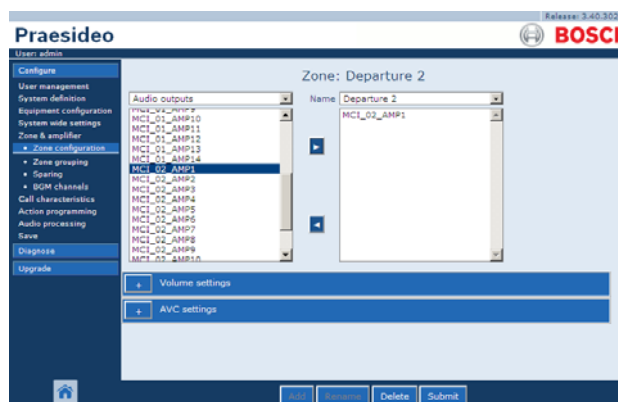

рисунок 46.5: Добавление зоны, шаг 5
- 5 Дважды щелкните выбранный выход или нажмите кнопку *>*, чтобы добавить выход в зону (см. рисунок 46.5).